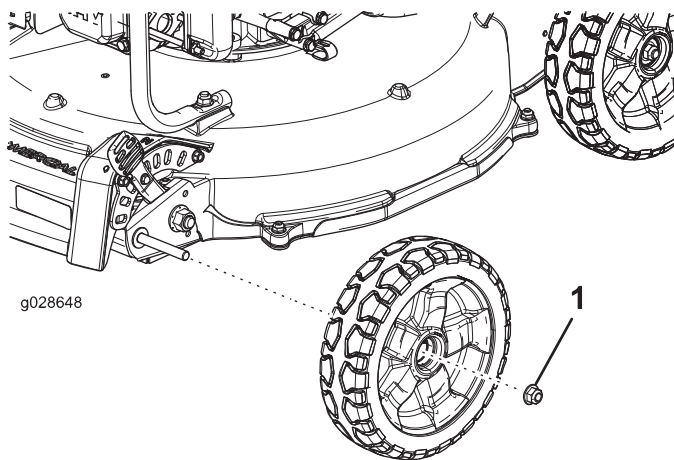

Figure 1
1. Retirez l'écrou à embase et la roue de la machine (Figure 1).